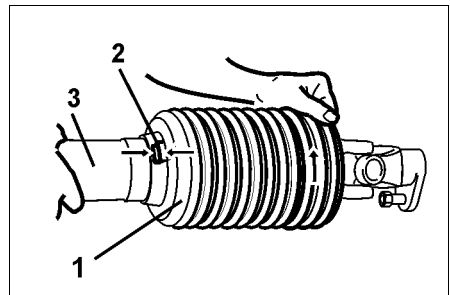

Fig. 21
- Trichter (Fig. 21/1) in die Montageposition (Fig. 21./2) drehen.
- Schutzhälfte (Fig. 21/3) abziehen.